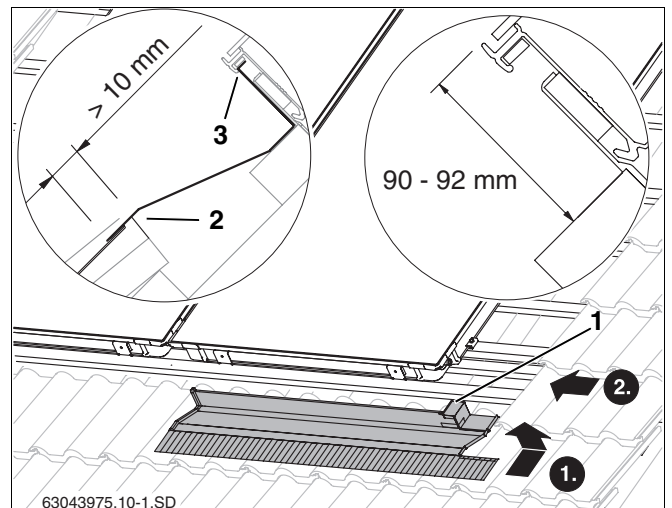
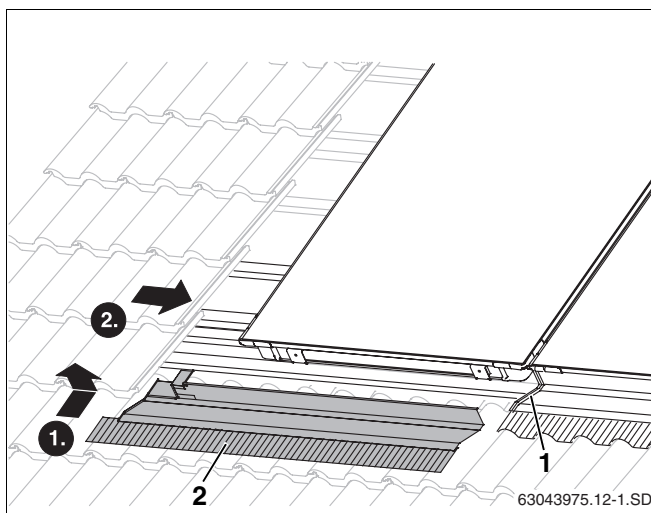

Fig. 43 Tôle de recouvrement droite en bas
Fig. 46 Montage de la tôle de recouvrement gauche inférieure
- Insérer le bord supérieur de la tôle de recouvrement droite dans la rainure latérale du capteur (fig. 43, **pos. 3**).
- Placer la tôle contre le capteur de manière à ce que le bord droit court (fig. 43, **pos. 1**) s'encastre également en haut dans la rainure du capteur.
La tôle doit reposer sur la tuile sur mini. 10 mm (fig. 43, **pos. 2**).
- Poser la tôle de recouvrement gauche (fig. 46, **pos. 2**) sur la précédente et la monter comme la tôle droite (fig. 43).
Ne retirer le film de protection de la bande adhésive des tôles de recouvrement que lorsque toutes les tôles sont vissées (fig. 46, **pos. 1**).